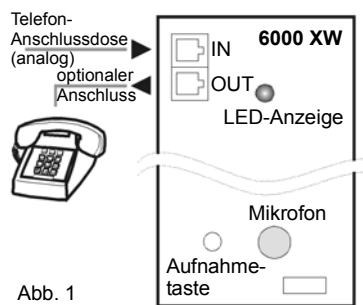

Abb. 1
- b) Halten Sie die gelbe Aufnahme-Taste (siehe Abb. 1) auf der Wählgerätplatine gedrückt,